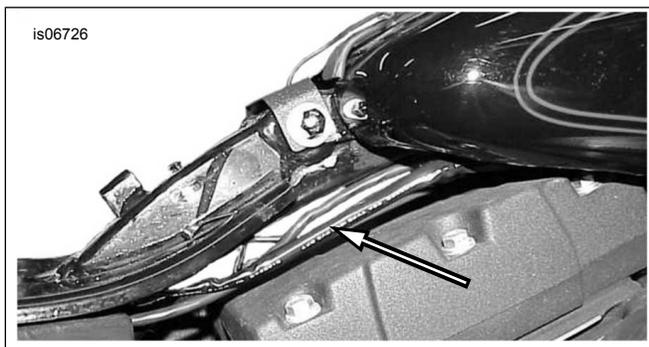

Figura 31. Disposizione dei fili del trasmettitore verso il faro anteriore (Dyna)
1. Vedere Figura 31 Usando le fascette fermacavi prese dal kit, fissare il filo (bianco) rimanente del trasmettitore e il tubo di protezione ai fili del veicolo che portano al faro anteriore. Sollevare il serbatoio del combustibile. Passare i fili sotto il serbatoio verso il faro anteriore.